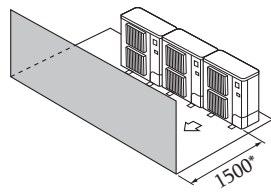

Fig. 2-11
- ③ Շրջապատող իրեր՝ միայն առջևից (Fig. 2-11)